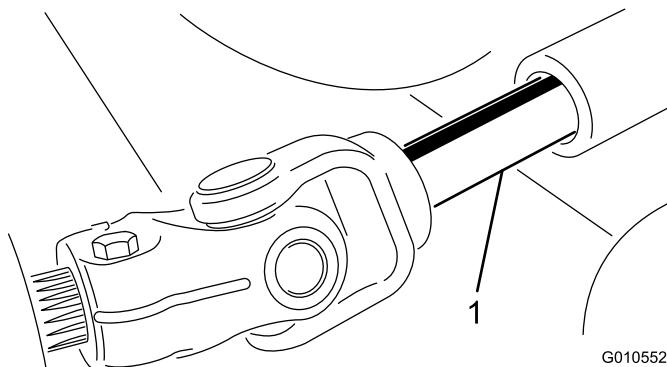

Figura 20
- Aleje la unidad de corte de la unidad de tracción, separando las secciones macho y hembra del árbol de la TDF (Figura 20).
- Introduzca el árbol macho de la TDF en el árbol hembra de la TDF (Figura 20).